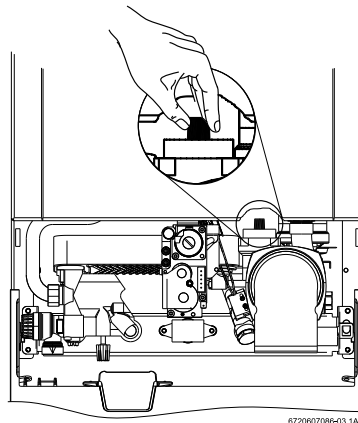

Fig. 11 Apertura valvola di sfiato
- ▶ Spurgare l'apparecchio d'eventuale aria mediante l'apposita valvola di spurgo (Fig. 11).